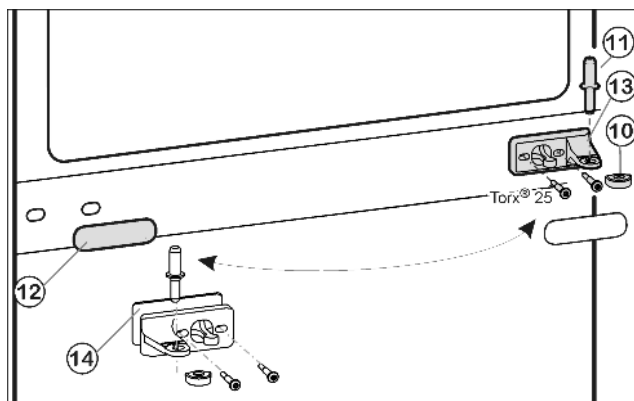
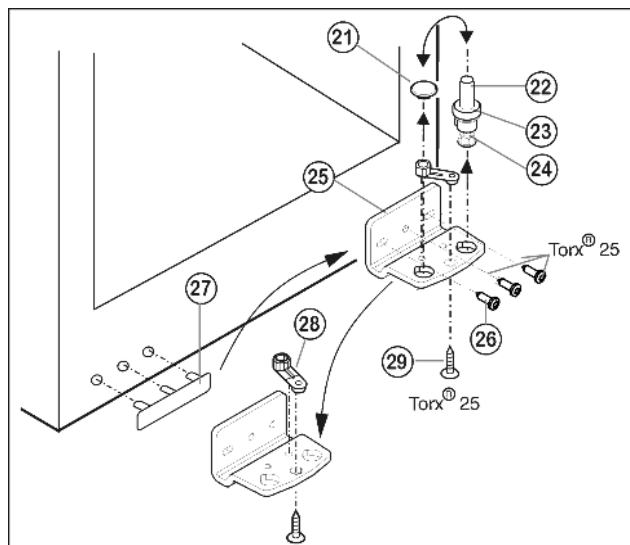

Fig. 9
Fig. 10
- Prostřední ložiskový čep Fig. 9 (11) vytáhněte ze stojanu ložiska a spodních dveří.
- Plastovou čepičku Fig. 9 (10) stáhněte.
- Stojan ložiska uprostřed Fig. 9 (13) odšroubujte (2 krát Torx® 25).
- Krytku Fig. 9 (12) opatrně stáhněte.
- Prostřední stojan ložiska Fig. 9 (13) s podložkou Fig. 9 (14) přišroubujte otočený o 180° na novou stranu závěsu (s 4 Nm).
- Krytku Fig. 9 (12) otočenou o 180° zasuněte na nové straně madla.
- Ložiskový čep Fig. 10 (22) včetně podložky Fig. 10 (23) a seřizovací nožky Fig. 10 (24) vytáhněte nahoru.
- Zátku Fig. 10 (21) odstraňte.
- Stojan ložiska Fig. 10 (25) odšroubujte Fig. 10 (26).
- Ložiskový díl Fig. 10 (28) odšroubujte Fig. 10 (29) a přemístěte jej do protilehlého upínacího otvoru stojanu ložiska, pak ho znovu pevně přišroubujte.
- Krytku na straně madla Fig. 10 (27) opatrně vytáhněte a přemístěte na druhou stranu.
- Stojan ložiska Fig. 10 (25) na nové straně závěsu zase přišroubujte příp. pomocí akumulátorového šroubováku (momentem 4 Nm).
- Zátku Fig. 10 (21) zase vložte do druhé díry.
- Ložiskový čep Fig. 10 (22) včetně podložky a seřizovací nožky zase nasadte. Přitom dávejte pozor, aby zajišťovací váčka směřovala dozadu.
- Spodní dveře nasadíte shora na spodní ložiskový čep *Fig. 10 (22)*.
- Plastovou krytku *Fig. 9 (10)* nasadíte zase na prostřední stojan ložiska *Fig. 9 (13)*.
- Prostřední ložiskový čep *Fig. 9 (11)* vložte přes prostřední pouzdro ložiska *Fig. 9 (13)* do spodních dveří na nové straně závěsu.
- Horní dvířka usadíte na prostředním ložiskovém čepu *Fig. 9 (11)*.
- Dveře případně pomocí obou podélných děr ve spodním stojanu ložiska *Fig. 10 (25)* a v prostředním stojanu ložiska *Fig. 9 (13)* vyrovnáte tak, aby lícovaly. Vyšroubujte prostřední šroub na stojanu ložiska dole *Fig. 10 (25)*.